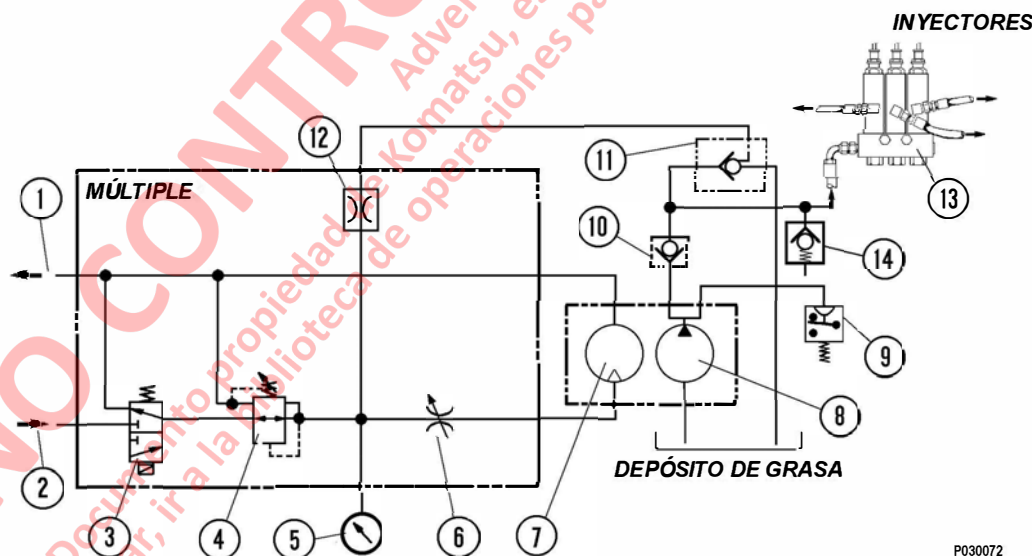

FIGURA 3-3. ESQUEMA HIDRÁULICO
El temporizador de estado sólido del ciclo de lubricación entrega una señal de 24 VDC a intervalos cronometrados para energizar la válvula solenoide (3, Figura 3-3), lo que entrega flujo de aceite para operar el motor de la bomba de grasa. Este temporizador está montado en el gabinete de interface eléctrica.
La válvula de alivio (14, Figura 3-3) protege la bomba de presiones altas. La válvula de alivio está ajustada a 27 580 kPa (4000 psi).
2. El temporizador entrega 24 VDC para energizar la válvula solenoide de la bomba (3, Figura 3-3), lo que permite que el aceite hidráulico que proporciona el circuito de la bomba de dirección fluya hasta el motor de la bomba e inicie un ciclo de bombeo.
3. Se dirige el aceite hidráulico del circuito de dirección a través de la válvula reductora de presión (4) y la válvula de control de flujo (6) antes de ingresar al motor. La presión de la bomba se puede leer en el manómetro opcional (5) montado en el múltiple.
4. Cuando el aceite está entrando al motor hidráulico, la bomba de grasa opera mediante el bombeo de grasa desde el depósito hasta los inyectores (13), a través de una válvula de retención (10) y hasta la válvula de venteo (11).
7. Después de que la válvula solenoide de la bomba se desenergice, la presión hidráulica en el múltiple bajará y la válvula de venteo (11, Figura 3-3) se abrirá, lo que liberará la presión de grasa en las líneas que van hacia los bancos de inyectores. Esto le permite a los inyectores recargarse para el próximo ciclo de lubricación.